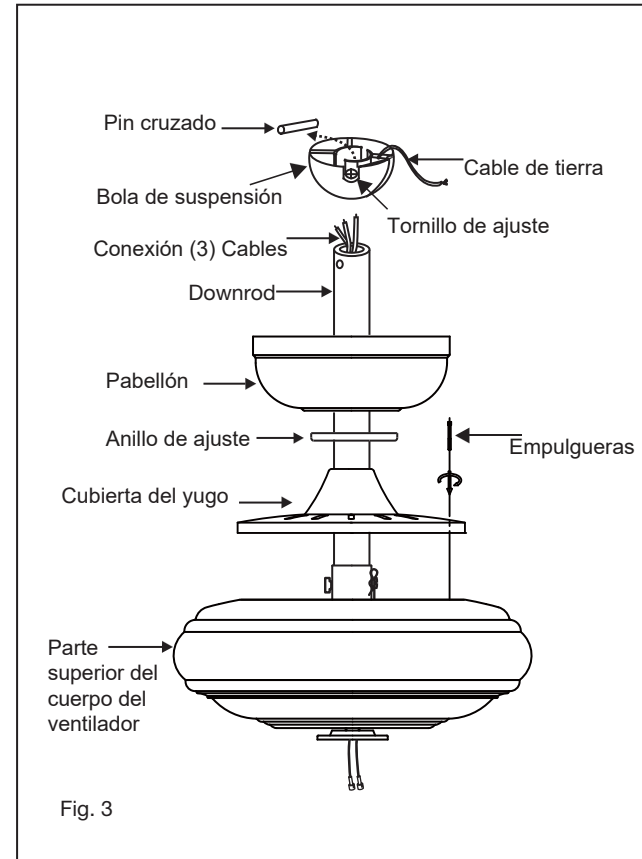

Fig. 3
- 4 Afloje los dos tornillos de seguridad y retire el pasador de la varilla y el clip de retención del acoplamiento en la parte superior del conjunto del motor. (Fig. 3)
- 1 Deslice la cubierta del yugo, el anillo de ajuste y la cubierta sobre la varilla. (Fig. 3)